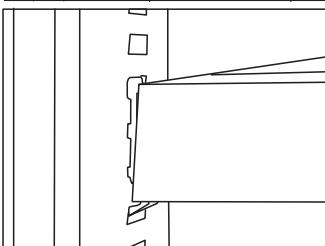

fig. 9B
3. Sæt hylden ind i skabet igen. Kontrollér at hyldeknægtene er placeret i samme højde (fig. 9B).